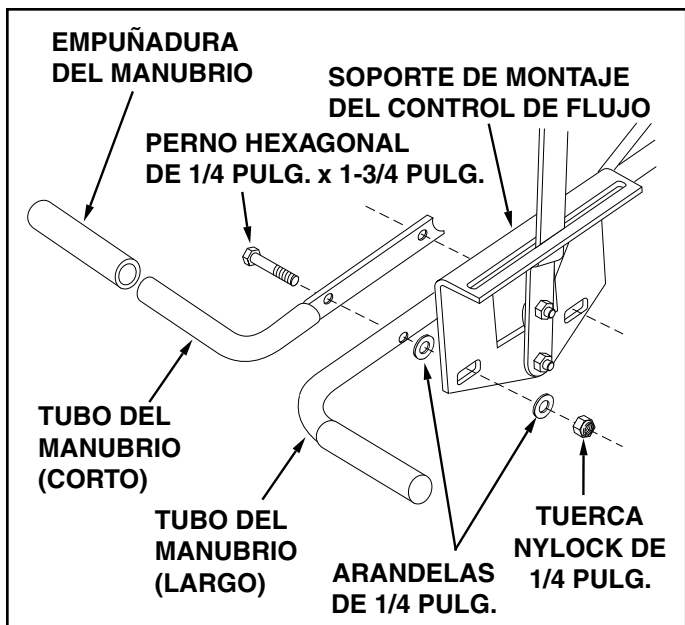

FIGURA 10
20. Coloque una empuñadura del manubrio en cada lado. Véase la Figura 10.